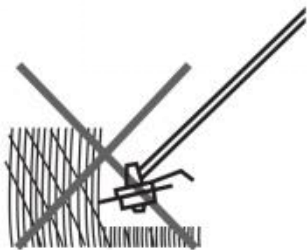
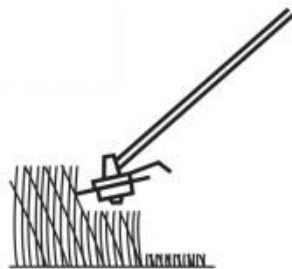

Fig. 46
Fig. 47
7. Maai langer gras in etappes; maai lang gras niet in één keer (Fig. 46). Voor het beste resultaat maait u langer gras in stappen (Fig. 47).